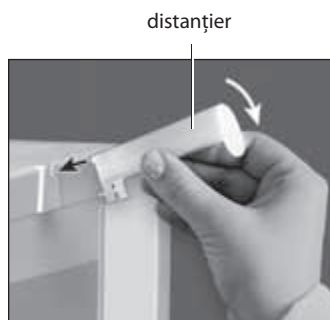

Figura 4
- în conformitate cu Figura 4 introduceți cârligul superior al distanțierului în canalul capacului, apoi întoarceți distanțierul în jos pentru ca cele două cârlige de jos să se fixeze în capacul frigiderului;